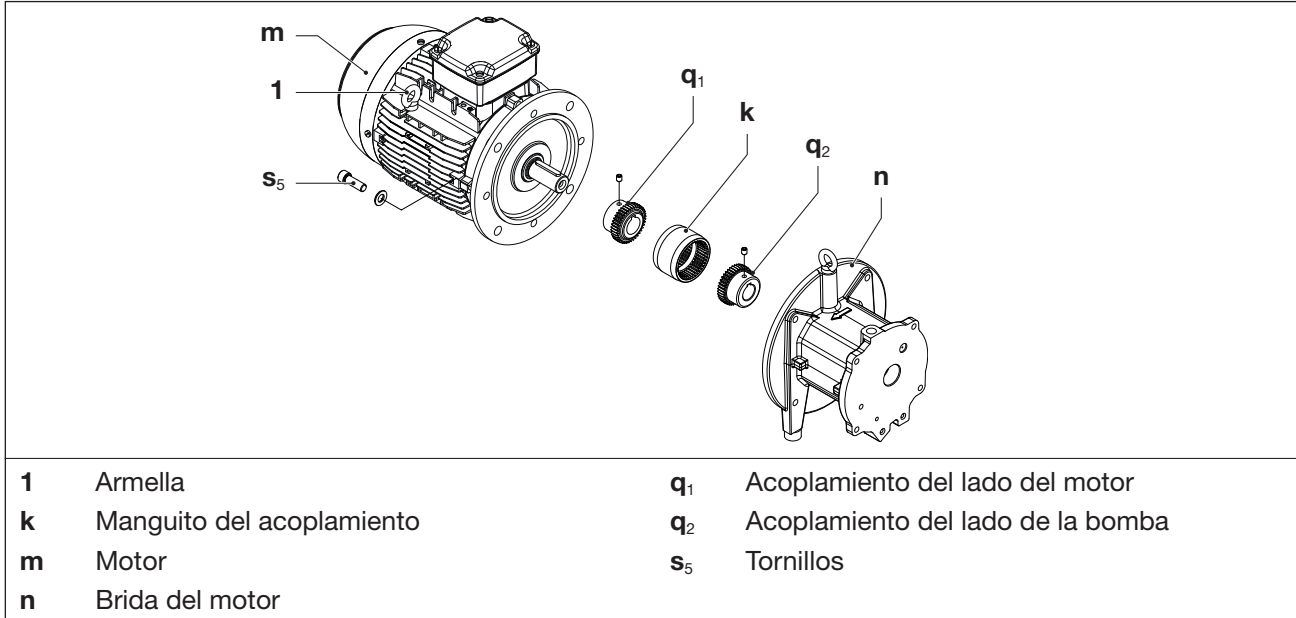

Fig. 10 Acoplamiento
El manguito del acoplamiento (Fig. 10/k) está sujeto a desgaste. Le recomendamos que compruebe regularmente el manguito de acoplamiento (1 vez al año).
- b) Apretar bien la armella en el motor (Fig. 10/1).
- d) Aflojar los tornillos (Fig. 10/s5) en la brida del motor (Fig. 10/n).
- e) Extraer axialmente el motor con su parte del acoplamiento (Fig. 10/q1) de la brida del motor (Fig. 10/n) y suspenderlo mediante el equipo de elevación.
- f) Comprobar el manguito (Fig. 10/k) en busca de daños y desgaste y, dado el caso, cambiarlo.
- g) Volver a colocar el manguito y el motor con parte del acoplamiento del lado del motor de forma axial y con los tornillos (Fig. 10/s5) fijados en la brida del motor (Fig. 10/n). Par de apriete: 90 Nm